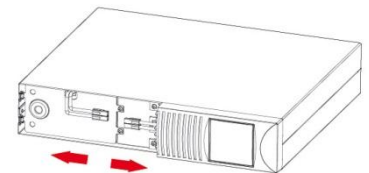

Рис. 6
6. Отсоедините провода АКБ (Рис. 6).